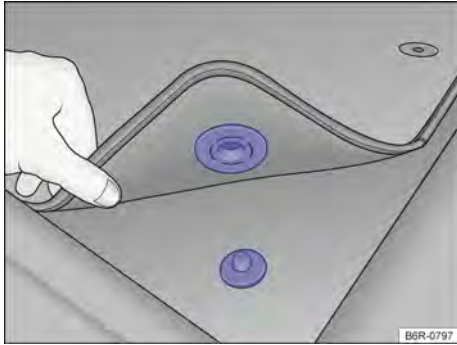

Fig. 23 Alfombra delantera del lado del conductor con fijación al perno de la alfombra.
- ✓ Acomodar bien la alfombra en la zona reposapiés del lado del conductor para que no obstruya la zona de los pedales. Dependiendo de la versión del vehículo, la alfombra delantera del lado del conductor puede tener fijación al perno de la alfombra → fig. 23.